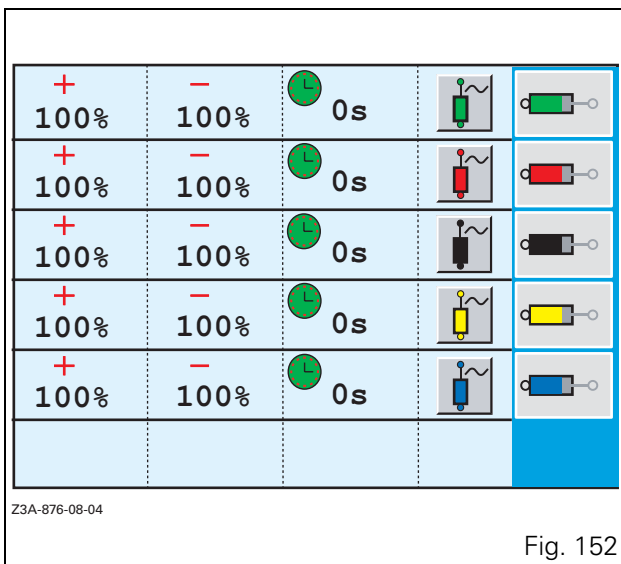

Fig. 152
7.12.3.4 - Resetting the parameters (Fig. 152)